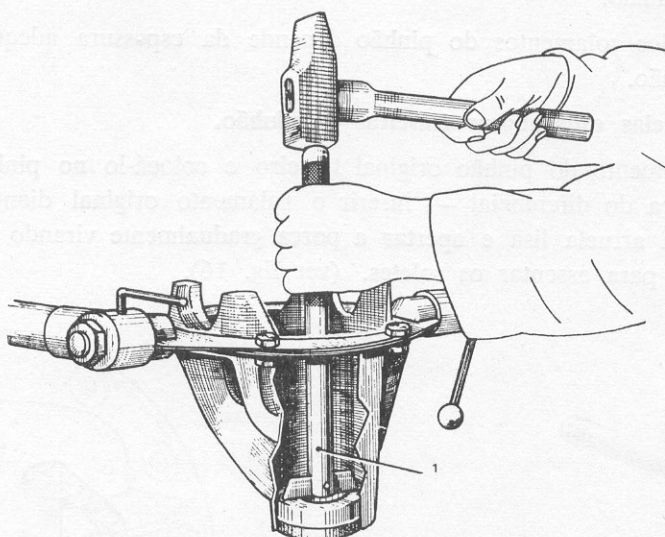

Fig. 14
- 7 — Destacar do alojamento o retentor de óleo, o defletor de óleo e o rolamento dianteiro com a respectiva capa. Utilizar a ferramenta especial n.º 7.306-D (fig. 14).